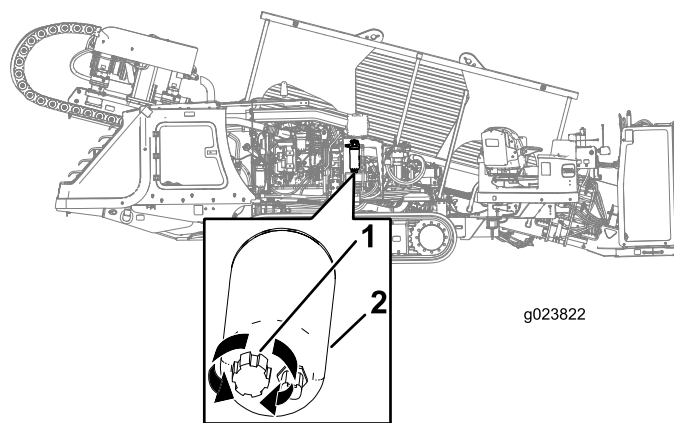

Figura 126
3. Posicione uma bandeja de drenagem sob o filtro de combustível primário (Figura 126).
4. Gire a válvula de drenagem no fundo do filtro de combustível primário no sentido anti-horário, dando 2 ou 3 voltas, e drene a água e os sedimentos que estiverem presentes no filtro de combustível (Figura 126).